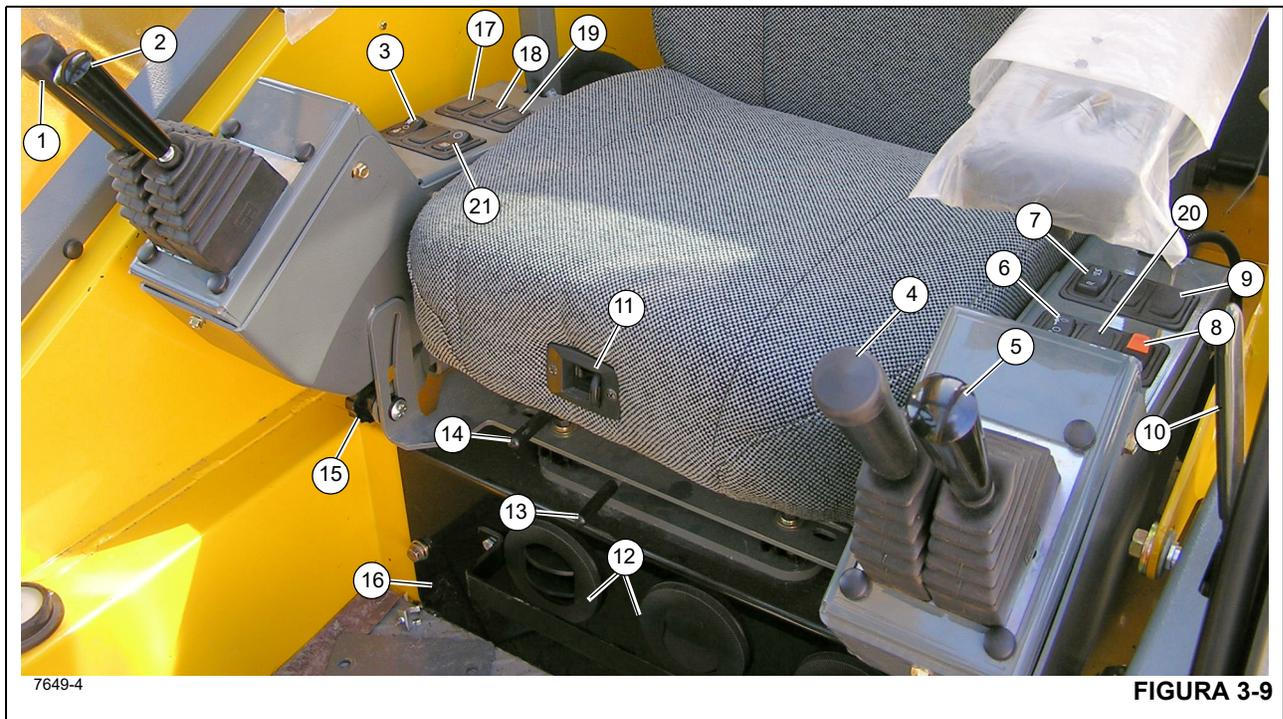

Figura 3-9 Números dos itens
O indicador de intereixos bloqueado (22, Figura 3-7) localiza-se no mostrador de indicadores da coluna de direção. Esse indicador acende quando a Chave de bloqueio do diferencial (10, Figura 3-9) é pressionada para a posição Lock (bloqueado); na posição Bloqueado não há ação diferencial entre as rodas.
O controle do guincho principal (1, Figura 3-9) localiza-se no apoio de braço direito. O joystick, quando empurrado para a frente abaixa o cabo. Quando puxado para trás ele eleva o cabo.
O controle de elevação da lança (2, Figura 3-9) localiza-se no apoio de braço direito. Quando empurrado para a frente o joystick abaixa a lança, puxado para trás ele eleva a lança.
A chave seletora da velocidade do guincho principal (3, Figura 3-9) é uma chave de três posições fixas (Alta/desligada/baixa) (High/Off/Low) localizada no apoio de braço direito. Colocada na posição Alta, permite a operação das funções do guincho principal e energiza o solenoide de velocidade Alta do guincho principal, proporcionando altas velocidades do cabo. Colocada na posição central, Off (Desligada), a elevação é impedida. Colocada na posição Low (Baixa), permite a operação das funções do guincho principal e desenergiza o solenoide de velocidade alta do guincho principal, proporcionando baixas velocidades do cabo.
O controle do guincho auxiliar (4, Figura 3-9) localiza-se no apoio de braço esquerdo. O joystick controla as funções do guincho auxiliar; empurre o joystick para a frente para soltar o cabo do guincho ou puxe a alavanca para trás para enrolar o cabo.
O Joystick de controle de giro (5 Figura 3-9), localizado no apoio de braço esquerdo, controla a função de giro. Quando empurrado para a frente, o joystick gira a plataforma rotativa no sentido horário; puxado para trás, gira a plataforma rotativa no sentido anti-horário; aciona uma válvula de controle pela pressão piloto hidráulica para proporcionar um giro contínuo de 360 graus no sentido desejado.
A chave seletora da velocidade do guincho principal (6, Figura 3-9) é uma chave de três posições fixas (Alta/desligada/baixa) (High/Off/Low) localizada no apoio de braço esquerdo. Colocada na posição High (Alta), permite a operação das funções do guincho auxiliar e energiza o solenoide de velocidade Alta do guincho auxiliar, proporcionando altas velocidades do cabo. Colocada na posição central, Off (Desligada), a elevação é impedida. Colocada na posição Low (Baixa), permite a operação das funções do guincho auxiliar e desenergiza o solenoide de velocidade alta do guincho auxiliar, proporcionando baixas velocidades do cabo.
A chave de controle da direção traseira (7, Figura 3-9) tem três posições, centralizada por mola na posição desligada e está localizada no apoio de braço esquerdo. Pressione a parte inferior da chave para acionar uma válvula de controle para virar as rodas traseiras para à esquerda fazendo com que o guindaste vire para a direita. Pressione a parte superior da chave para acionar uma válvula de controle para virar
A chave de controle do freio de giro (8, Figura 3-9) localiza-se no apoio de braço esquerdo. Esta chave de duas posições (Ligado/Desligado) é usada para controlar uma válvula hidráulica que direciona um fluxo regulado de pressão do e para o freio de giro. Com a chave na posição On (Ligada) o freio de giro será acionado, na posição Off (Desligada) o freio de giro será liberado. Quando a chave estiver na posição On (Ligada), a luz indicadora vermelha na coluna de direção acende. A chave tem uma trava para evitar ativação acidental.
A Chave de controle de bloqueio do diferencial (9, Figura 3-9) localiza-se no apoio de braço esquerdo. É uma chave temporária de duas posições. Quando colocada na posição Lock (Bloquear), as estrias do colar de mudança se acoplam com as estrias da caixa do diferencial e os eixos e o conjunto do diferencial se travam ao mesmo tempo e o diferencial não atua entre as rodas. Quando colocada na posição Unlock (Desbloquear), há ação normal permanente do diferencial entre as rodas. O indicador âmbar na coluna de direção acende quando as chaves de proximidade em cada eixo forem ativadas.
Use a alavanca de liberação da porta da cabine (10, Figura 3-9) para abrir e fechar a porta da cabine do lado de dentro da cabine.
Para ajustar o encosto do banco, pressione o botão de ajuste (11, Figura 3-9) e ajuste o assento conforme a necessidade.
A unidade de controle do ar-condicionado/aquecedor da cabine (16, Figura 3-9) localiza-se na cabine, sob o assento do motorista. As saídas (12) fazem parte da unidade de controle climático e podem ser ajustadas para direcionar o fluxo de ar.
Movendo a alavanca de deslizamento do assento (13, Figura 3-9) apenas o assento desliza para a frente ou para trás.
Movendo a Alavanca de deslizamento da estrutura do assento (14, Figura 3-9), o assento e a estrutura do assento, com os controles do apoio de braço, deslizam para a frente ou para trás.
O apoio de braço e os controles do apoio de braço podem ser ajustados por meio dos botões de ajuste (15, Figura 3-9). Solte o botão e gire o apoio de braço até a posição desejada, reaperte o botão ao concluir o ajuste.
Os indicadores de rotação do guincho para os guinchos auxiliar e principal localizam-se na parte superior da respectiva alavanca de controle (1 e 4, Figura 3-9). Cada indicador é acionado eletronicamente por um sinal de entrada originado por um sensor fixado ao guincho correspondente e por um sinal de saída de um módulo de controle. Cada alavanca de controle do guincho (1,4) pulsa quando o guincho correspondente estiver em funcionamento de maneira a ser sentida pelo polegar do operador.
A chave de inclinação da cabine (17, Figura 3-9) localiza-se no apoio de braço direito. É uma chave temporária de três posições, centralizada por mola na posição desligada. Ela tem duas posições, para cima e para baixo, permitindo que a cabine seja inclinada para cima ou para baixo.